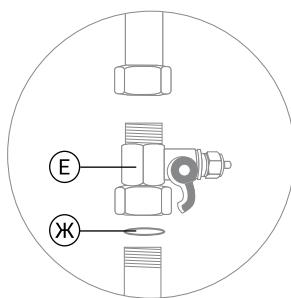

Рис. 12
1. Установите тройник-адаптер (Е) между магистралью холодной воды и гибкой подводкой вашего смесителя. Уплотните соединение тройника-адаптера с магистралью при помощи поставляемого в комплекте уплотнительного кольца (ЖК) (рис. 12).